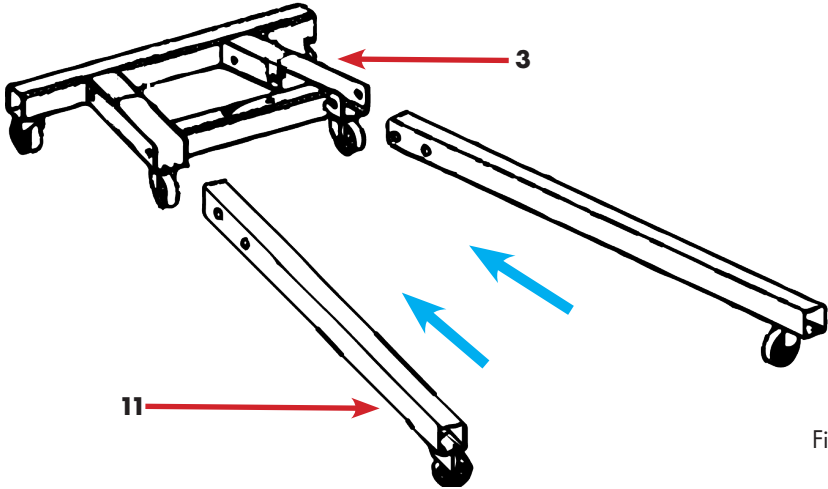

Fig.9
- Deslice una pata de apoyo cada una en la toma específica de la viga π hasta el tope, fig.9.